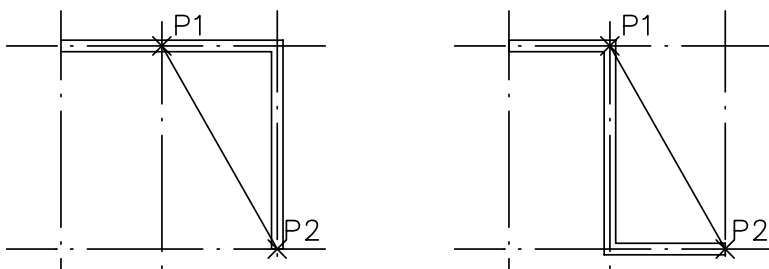

图 9-12 拐线墙(输入“L”可以切换拐角方向)
**[拐线墙]:** 以不在同一水平或垂直位置的两点间的水平和垂直连线绘制出一段拐线墙，如图 9-12 所示，由 P1、P2 两点确定一段拐线墙。切换拐线方向可在命令行输入[L]。